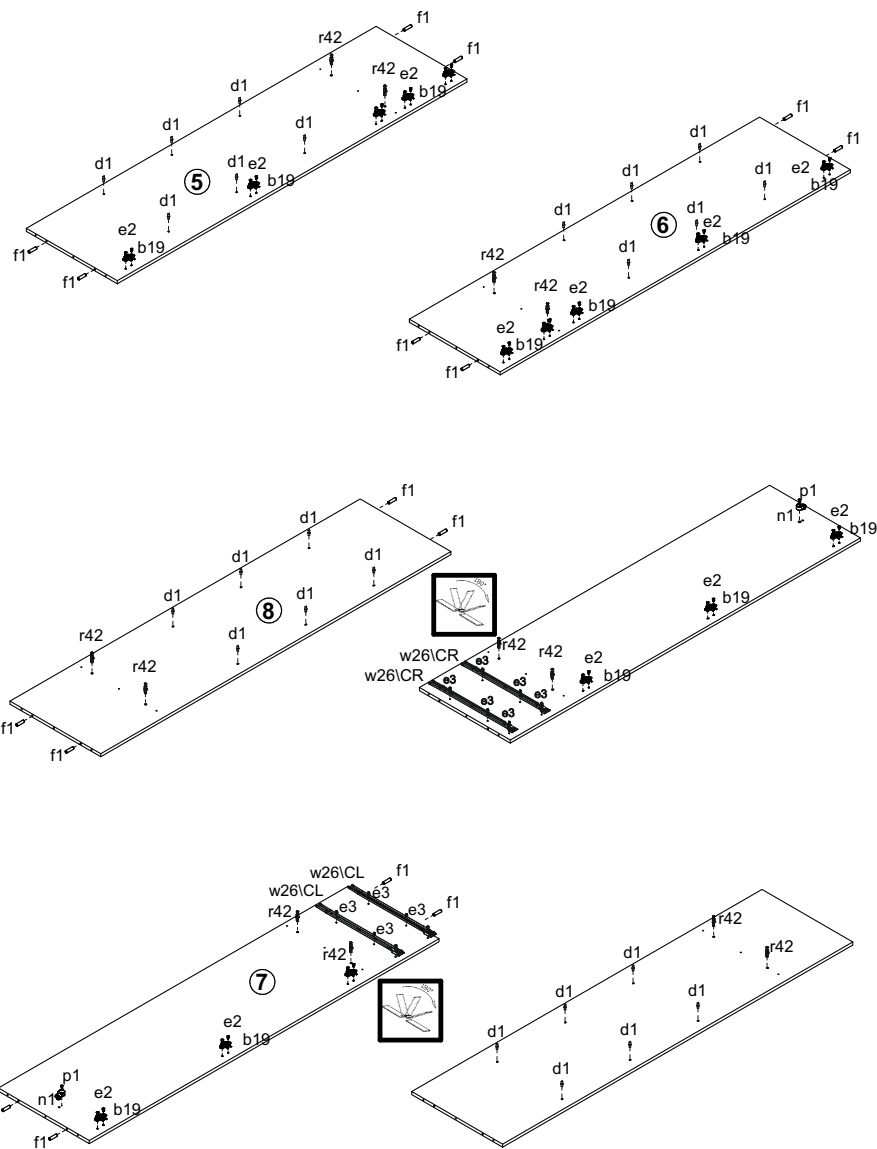

Рисунок 2
3. В отверстия $\varnothing 5$ мм на внутренних поверхностях стенок **5, 6, 7, 8** вкрутить винты стяжки **g42** (см. рис. 2).
4. В отверстия $\varnothing 8$ мм на правой поверхности стенки средней **7** и на левой поверхности стенки средней **8** вставить штангодержатели **n1** и закрепить их шурупами **p1** (см. рис. 2).
5. В отверстия $\varnothing 5$ мм на внутренних поверхностях стенок **5, 6, 7, 8** прикрутить еврошурупами **e2** ответные планки петель **b19** (см. рис. 2).
6. В отверстия $\varnothing 4$ мм на внутренних поверхностях стенок **7, 8** прикрутить еврошурупами **e3** металлические направляющие **w26/CR, w26/CL** (см. рис. 2).
7. В отверстия $\varnothing 5$ мм на внутренних поверхностях стенок **5, 6, 7, 8** вбить полкодержатели **d1** (см. рис. 2).